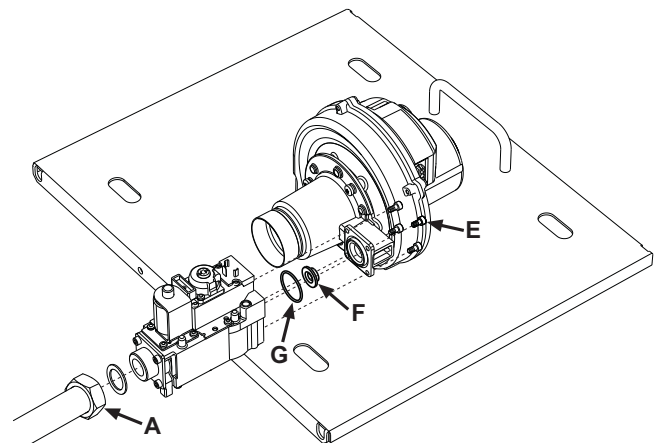
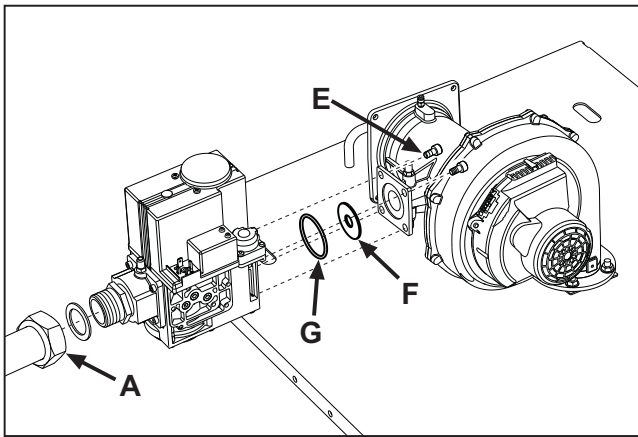
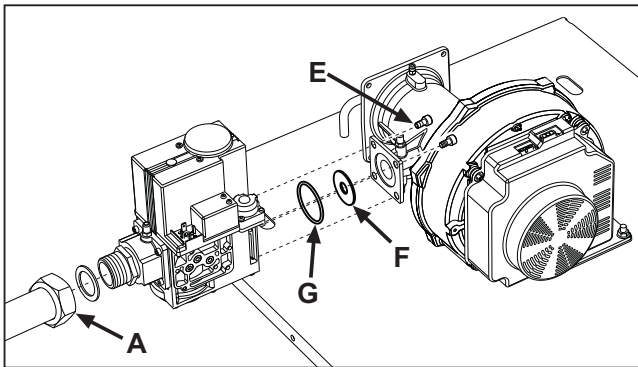

fig. 26 - Modello FUTURIA FLC 125
fig. 27 - Modello FUTURIA FLC 220
fig. 28 - Modello FUTURIA FLC 320
4. Svitare il girello "A" di fissaggio della valvola gas (vedi fig. 26, fig. 27 e fig. 28 per i vari modelli).